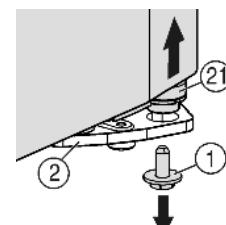
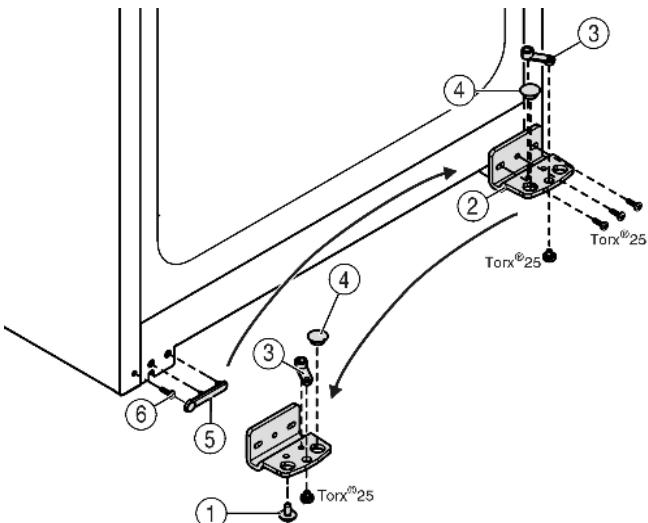

Fig. 4
Fig. 5
► Внизу справа на опорном кронштейне выкрутите фиксирующий винт Fig. 4 (1).
► Опорный палец Fig. 4 (21) можно извлечь из опорного кронштейна Fig. 5 (2).
► Если не удается извлечь опорный палец Fig. 4 (21), нажмите на него снизу.
- ▶ Открутите опорный кронштейн Fig. 5 (2).
- ▶ Открутите опорную деталь Fig. 5 (3) и, переставив в отверстие на противоположной стороне опорного кронштейна, снова прикрутите.
- ▶ Извлеките заглушку Fig. 5 (4) из опорного кронштейна и переставьте ее в отверстие на противоположной стороне опорного кронштейна.
- ▶ Осторожно снимите крышку со стороны ручки Fig. 5 (5).
- ▶ Выкрутите болт Fig. 5 (6) и вкрутите на противоположной стороне.
- ▶ Снова установите крышку Fig. 5 (5).
- ▶ Снова прикрутите опорный кронштейн Fig. 5 (2) на новой стороне шарнира (**с моментом 4 Нм**). При необходимости используйте аккумуляторный шуруповерт.
- ▶ Вкрутите фиксирующий винт Fig. 4 (1) внизу в опорный палец и затяните (**с моментом 4 Нм**).